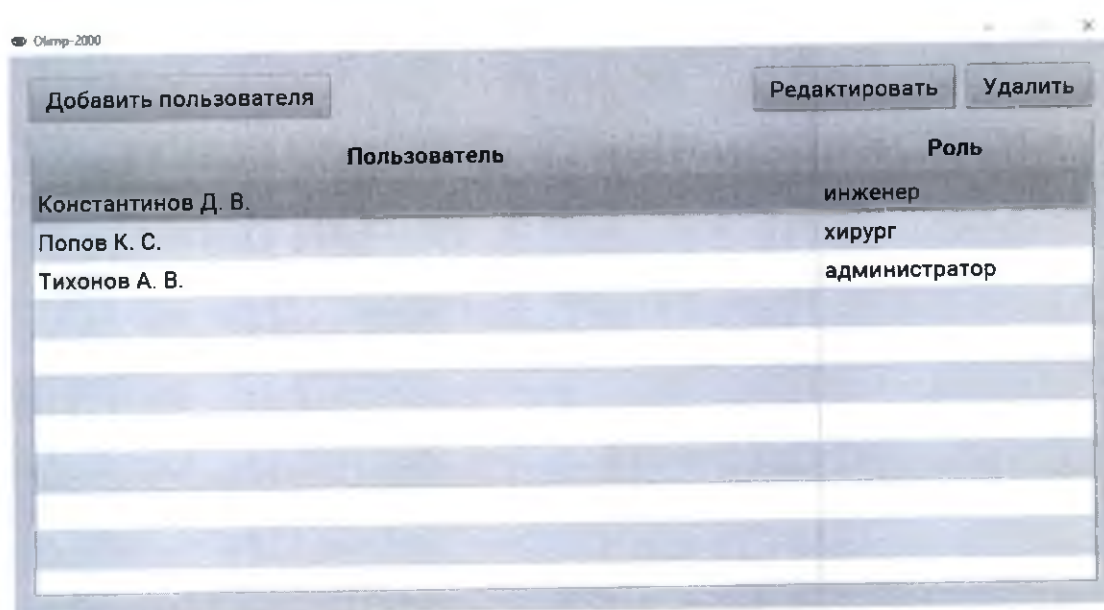

Рис. 12.1: Окно управления учетными записями
Окно управления учетными записями предназначено для создания, изменения и удаления учетных записей, предназначенных для работы с различными модулями программы. Данное окно доступно только для пользователей с ролью «администратор». Данное окно изображено на рис. 12.1.
1. Выполните авторизацию пользователя с ролью «администратор». Появится окно управления учетными записями (рис. 12.1).
1. Выберите пользователя щелчком ЛКМ по панели списка операций на окне управления учетными записями (рис. 12.1).